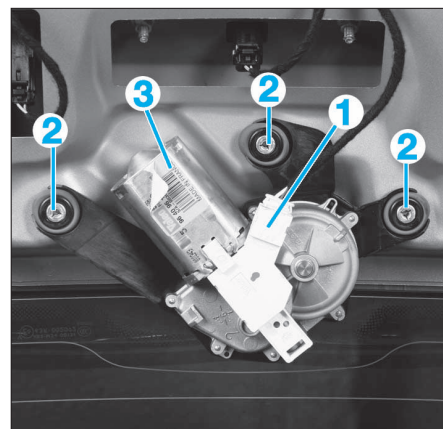

FIG. 67
- Débrancher le connecteur (1) (Fig.67).